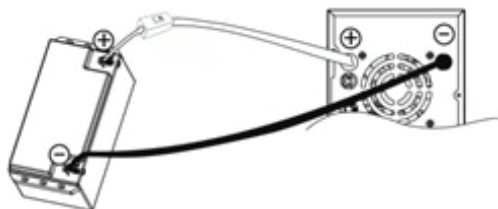
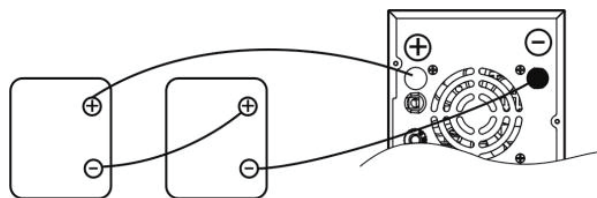

Рисунок 1. Подключение модели 1000 LI
Рисунок 2. Подключение 2000 LI
1) Подключение аккумуляторной батареи (см. Рисунок 1 и Рисунок 2):